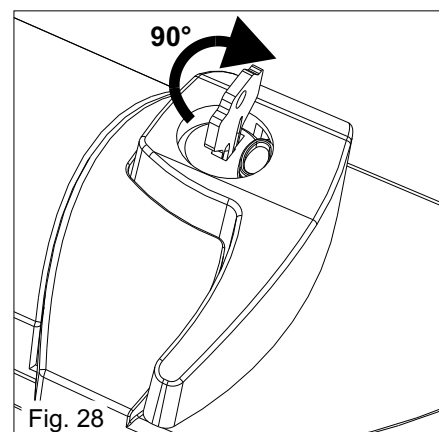

Fig. 28
- 2) Insertar la llave y rodear 90° en sentido horario (fig.28);